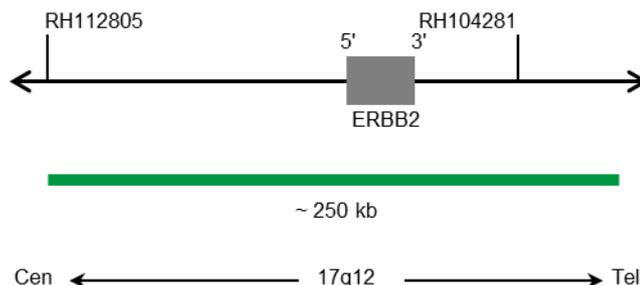

Fig. 1 : Carte de la sonde SPEC ERBB2 (pas à l'échelle)
- Polynucléotides marqués à la digoxigénine (~1,1 ng/μl), qui ciblent des séquences cartographiées en 17q12\* (chr17:37,725,661-37,973,541) hébergeant la région du gène ERBB2 (voir Fig. 1).
- Polynucléotides marqués au dinitrophényle (~1,1 ng/μl), qui ciblent des séquences cartographiées dans 17p11.1-q11.1 spécifiques de la région centromérique satellite alpha D17Z1 du chromosome 17 (voir Fig. 1).